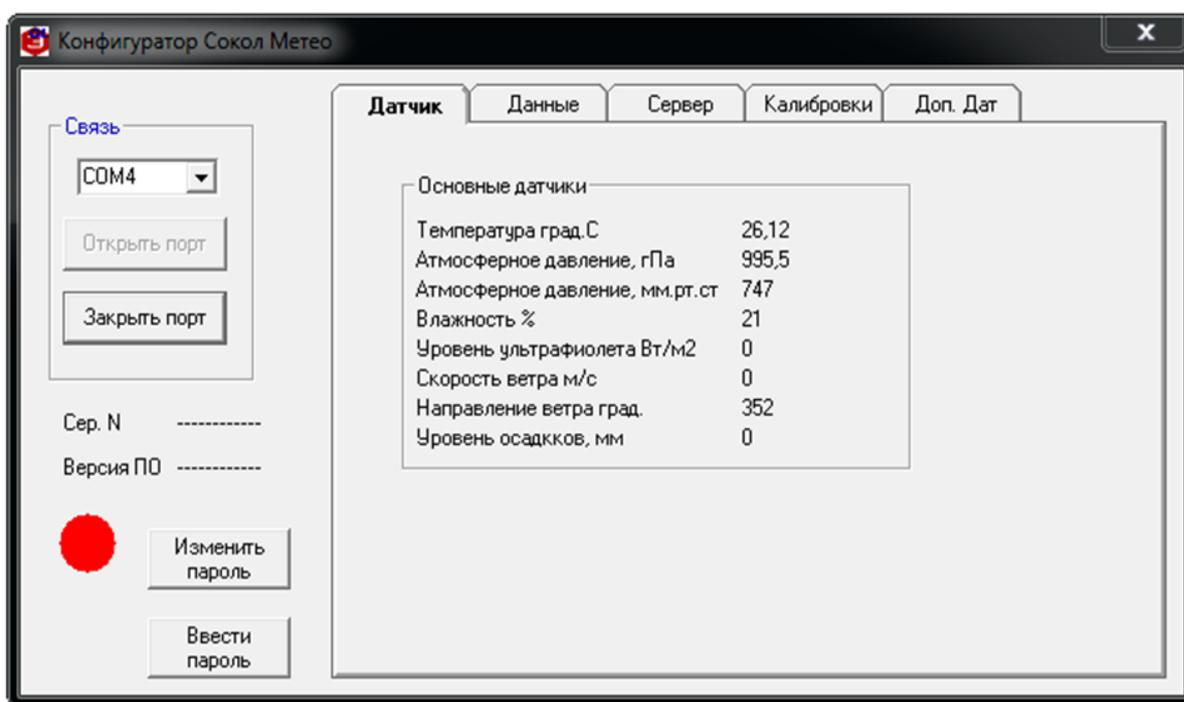

Рис. 4. Окно «Датчик» ПО «Sokol meteo V200»
6.4.1. Запустить ПО «Sokol meteo V200» (рис. 4).